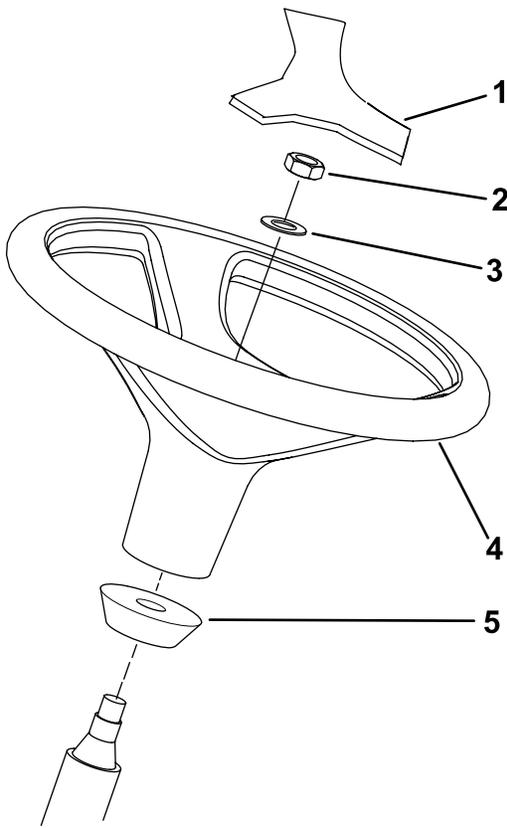

図 14
1. 出荷台からハンドルを外す。 図 14
注 ステアリングシャフトについているウレタン製のカラーは外さないでください (図 14)。
3. ハンドルとワッシャをステアリングシャフトにはめ込む (図 14)。
5. ハンドルにカバーを取り付ける (図 14)。